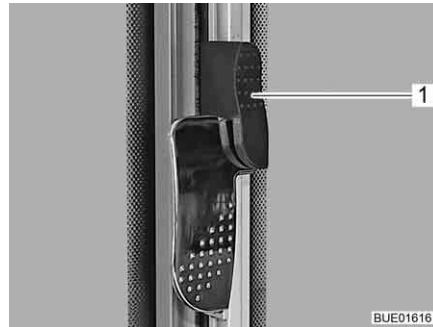

Fig. 108 Finestra scorrevole con dispositivo di bloccaggio della rotazione (bloccato)
- Spingere verso l'alto la chiusura di sicurezza (Fig. 108,1).
- Spingere verso il basso la chiusura di sicurezza (Fig. 108,1).